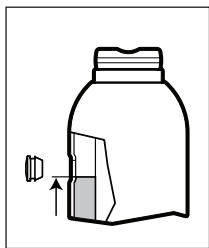
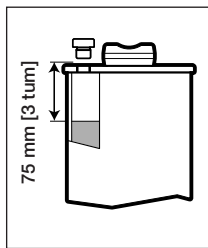

Fig. 5 - Oljenivå,
Fig. 6 - Oljenivå,
3. Alla modeller utom GBJ100: Fyll tills oljenivån är ungefär jämsn med nedre kanten av oljepåfyllningshålet. Se fig. 5.
4. Endast modell GBJ100: Fyll tills oljenivån är ungefär 75 mm [3 tum] under oljepåfyllningshålet. Se fig. 6.
⚠ FÖRSIKTIGHET Fyll INTE PÅ FÖR MYCKET! Med kolven helt tillbakadragen och domkraften i upprätt läge ska oljenivån inte vara högre än vad som visas i Fig. 5 eller Fig. 6 (beroende på domkraftmodellen).